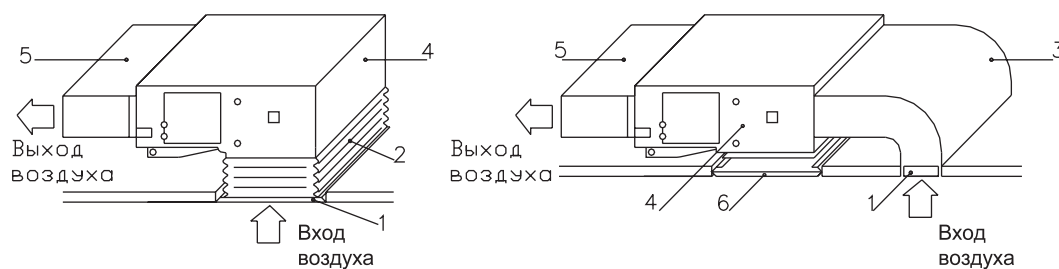

Рис. 10.32 — Подключение воздухопроводов к блоку
• С целью снижения вибрации всасывающая труба воздуховода должна соединяться с потолочной заборной решеткой гибким воздухопроводом (рис. 10.32).